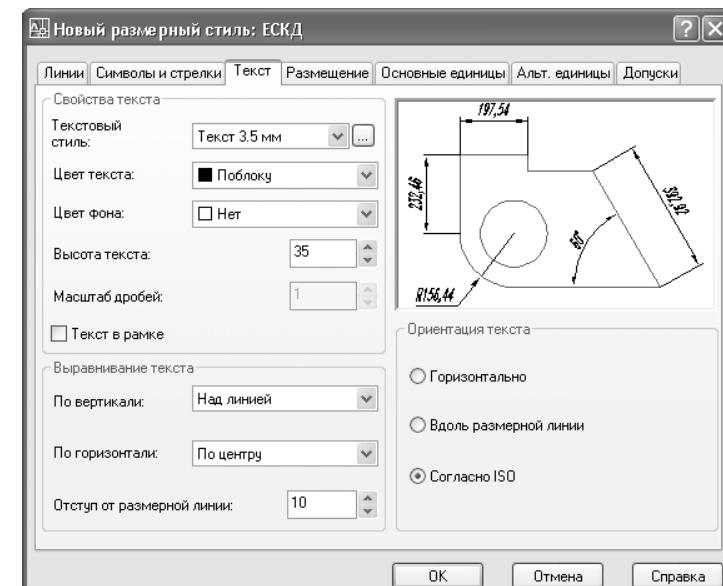

Рис. 11.5 ▼ Параметры размерного текста для нового стиля ЕСКД
- Перейдите на вкладку **Текст** (Text) и установите параметры размерного текста в соответствии с рис. 11.5: из списка **Текстовый стиль** (Text style) выберите стиль **Текст 3.5 мм**; параметру **Высота текста** (Text height) присвойте значение 35; параметру **Отступ от размерной линии** (Offset from dim line) присвойте значение 10; в группе **Ориентация текста** (Text alignment) выберите переключатель **Согласно ISO** (ISO standard).